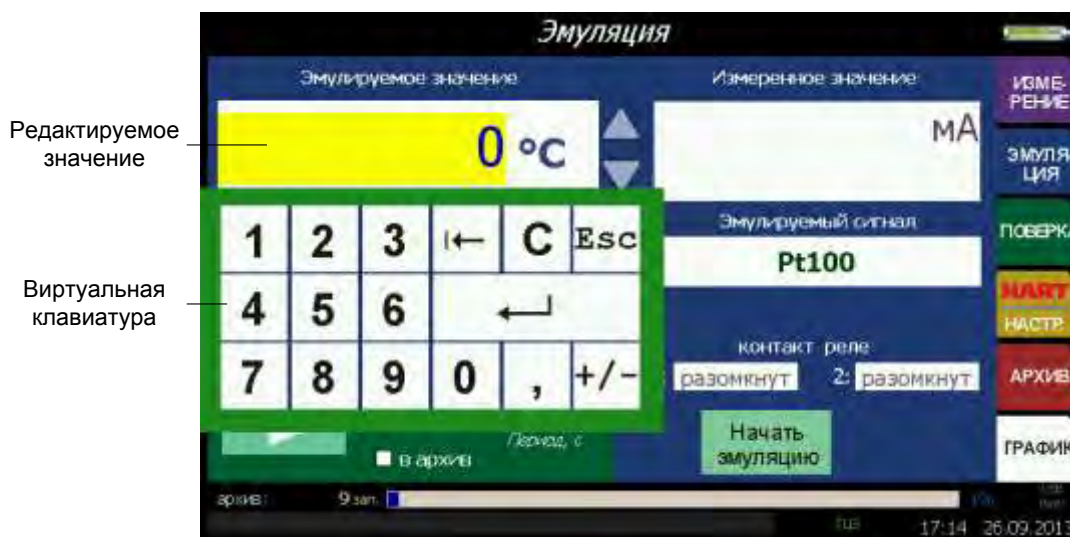

Рисунок 2.22
2.6.2.2 Параметр «Эмулируемое значение» позволяет установить значение, которое предстоит воспроизводить. Для этого необходимо в соответствующем редактируемом поле записать цифровое значение эмулируемого сигнала с использованием виртуальной клавиатуры (см. рисунок 2.22, п. 2.5.4.1).